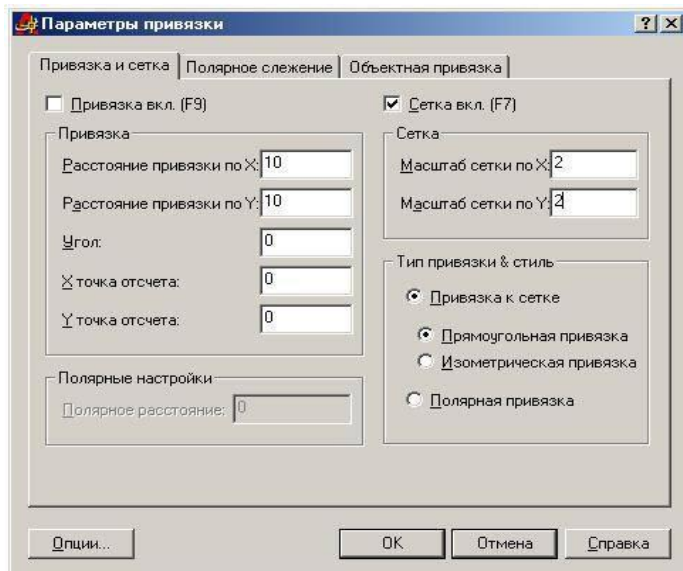

Рис. 7
Вычерчиваем условные изображения оконных и дверных проемов в наружных стенах по размерам, указанным в задании в спецификации окон. Расположение оконных проемов задано на схеме плана положением осевой линии и маркой окна. В тексте задания указан тип проема (с четвертью или без четверти) и тип остекления окон (одинарное или двойное). Четвертью (рис. 7) называется выступ размером в четверть кирпича в верхних и боковых частях оконных проемов с внешней стороны наружной кирпичной стены, уменьшающий продуваемость и облегчающий крепление оконных коробок.
8. Установите видимой сетку и измените ее параметры: **Инструменты/Параметры чертежа (Tools/Drafting Settings)**. На вкладке **Привязка и сетка (Snap and grid)** установите флаг **Сетка включена (Grid On)** и шаг сетки (**Grid**) по X и Y равным 2 (рис. 7).
13. В окне **Параметры чертежа (Drafting Settings)** на вкладке **Привязка и сетка (Snap and grid)** увеличьте шаг сетки и установите равные с шагом сетки параметры привязки: **Инструменты/Параметры чертежа (Tools/Drafting Settings)** (рис. 7).